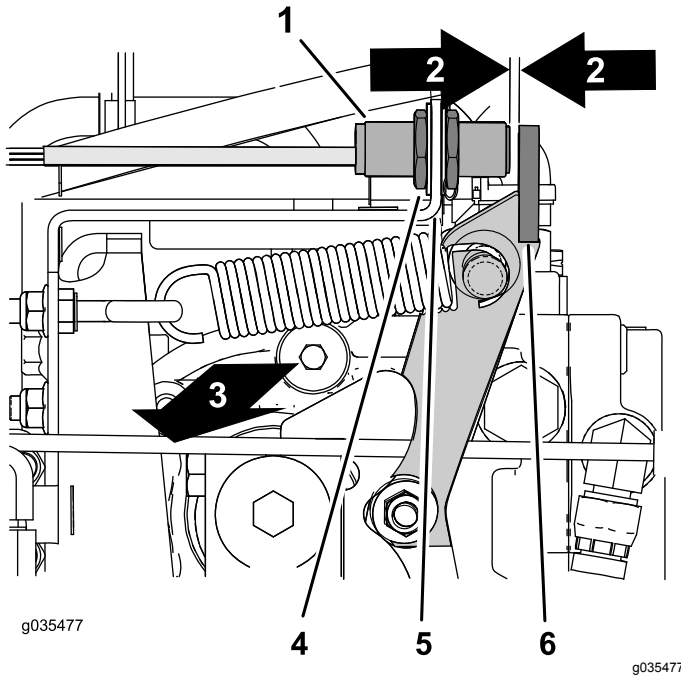

Рисунок 66
- Найдите бесконтактный датчик с правой верхней стороны гидравлического насоса (Рисунок 66).
- Убедитесь, что кронштейн бесконтактного датчика не погнут и что индикатор в задней части датчика горит (Рисунок 66).
2. Ослабьте контргайки с обеих сторон кронштейна датчика (Рисунок 66).
3. Отрегулируйте контргайки так, чтобы получить зазор от 2,5 до 3,6 мм между концом бесконтактного датчика и фланцем рычага нейтрального положения (Рисунок 66).
4. Затяните контргайки (Рисунок 66).